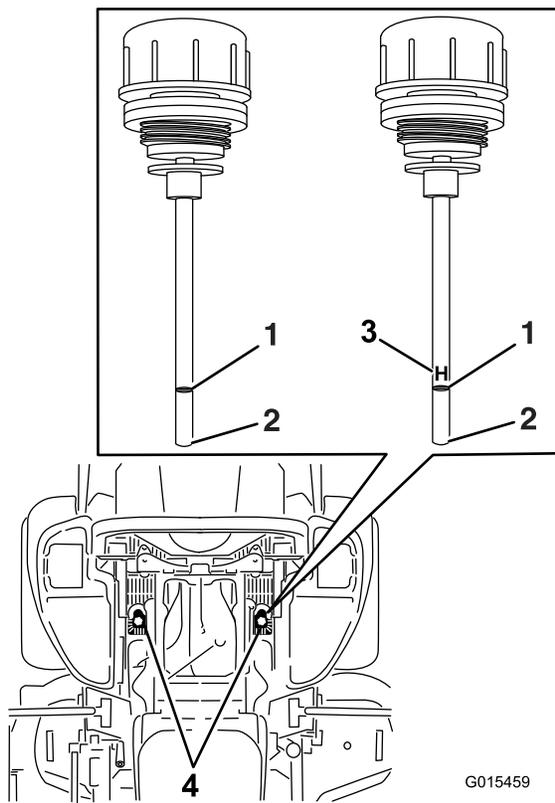

Figura 88
5. Limpie la zona alrededor de las varillas de los depósitos del sistema hidráulico (Figura 88).
6. Retire una varilla del depósito hidráulico (Figura 88).
8. Retire la varilla e inspeccione el extremo (Figura 88).